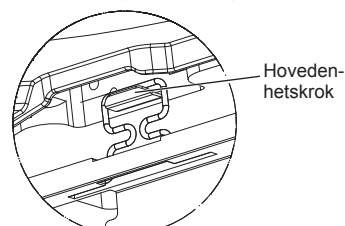

Fig. 5-6
- Etter at skruen strammes, bekrefter du at de to gitterkrokene (Fig. 5-6) er låst til krokene på hovedenheten.